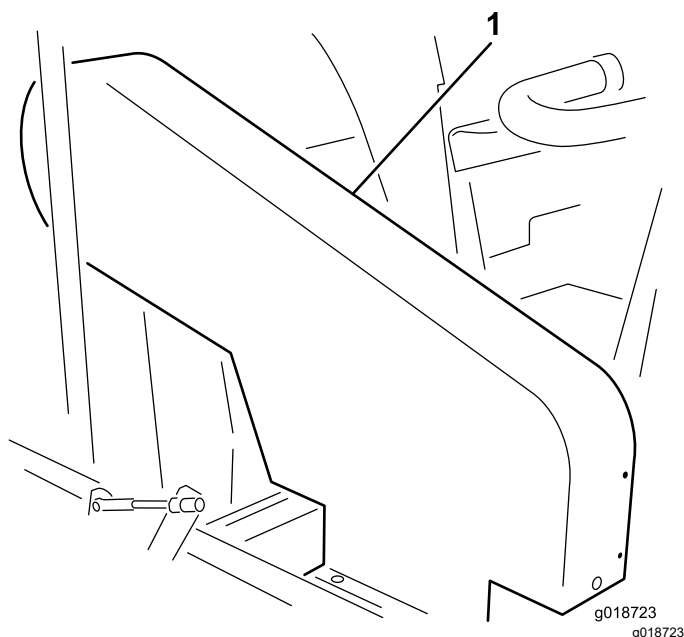

Figure 19
Remarque: Il n'est pas nécessaire de déposer le protège-courroie supérieur (Figure 19) pour contrôler la tension de la courroie. Si vous déposez le protège-courroie, retirez les 4 boulons, rondelles et écrous qui le fixent sur le cadre. N'utilisez jamais la machine sans les protège-courroie.
Contrôlez la tension de la courroie en exerçant une force de 18 à 22 N sur le brin à mi-chemin entre la poulie de la turbine et la poulie d'embrayage. La courroie doit présenter une flèche de 1,3 cm. Si la flèche n'est pas correcte, voir Réglage de la courroie d'entraînement de la turbine (page 25). Si la flèche est correcte, continuez normalement (Figure 19).
Contrôlez la tension de la courroie en exerçant une force de 18 à 22 N sur le brin à mi-chemin entre la poulie d'arbre intermédiaire et la poulie d'embrayage. La courroie doit présenter une flèche de 6 mm. Si la flèche n'est pas correcte, voir Réglage de la courroie de l'arbre intermédiaire (page 25). Si la flèche est correcte, continuez normalement (Figure 19).
1. Retirez les 4 boulons, rondelles et écrous qui fixent le carénage supérieur au cadre (Figure 19).